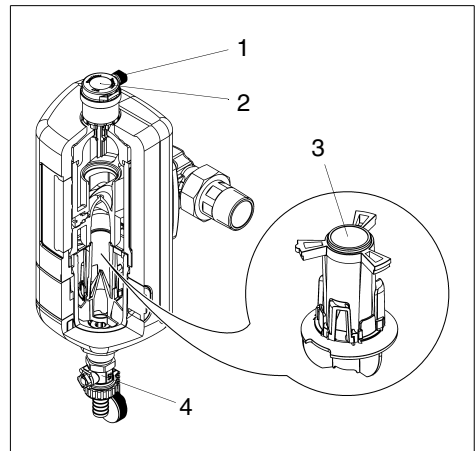

Abb. 5: Zentrifugalabscheider
- Im Auslieferungszustand ist die Verschlusskappe (1) am Ausgang des Schnellentlüfters (2) eine Umdrehung geöffnet, um ein ungehindertes Entweichen der Luft zu gewährleisten (siehe Abb. 5).
Durch den Einbaudrehflansch strömt Heizungswasser in den Magnetifilter. Die im Heizungswasser befindlichen Schmutzpartikel werden durch den Strömungsteiler (3) in Rotation versetzt und wie in einer Zentrifuge nach außen getragen (siehe Abb. 5). Dort angekommen, sinken sie an der Innenwand des Gehäuses ab. Die Schmutzpartikel werden am Kartuschenboden angereichert und müssen in vorgegebenen Zyklen über den Kugelhahn (4) ausgespült werden (siehe Kapitel „Spülung“ und „Spülintervall“). Die im Heizungswasser vorhandenen Gase werden in der oberen Gehäusekammer gesammelt und über den integrierten Schnellentlüfter abgeführt.